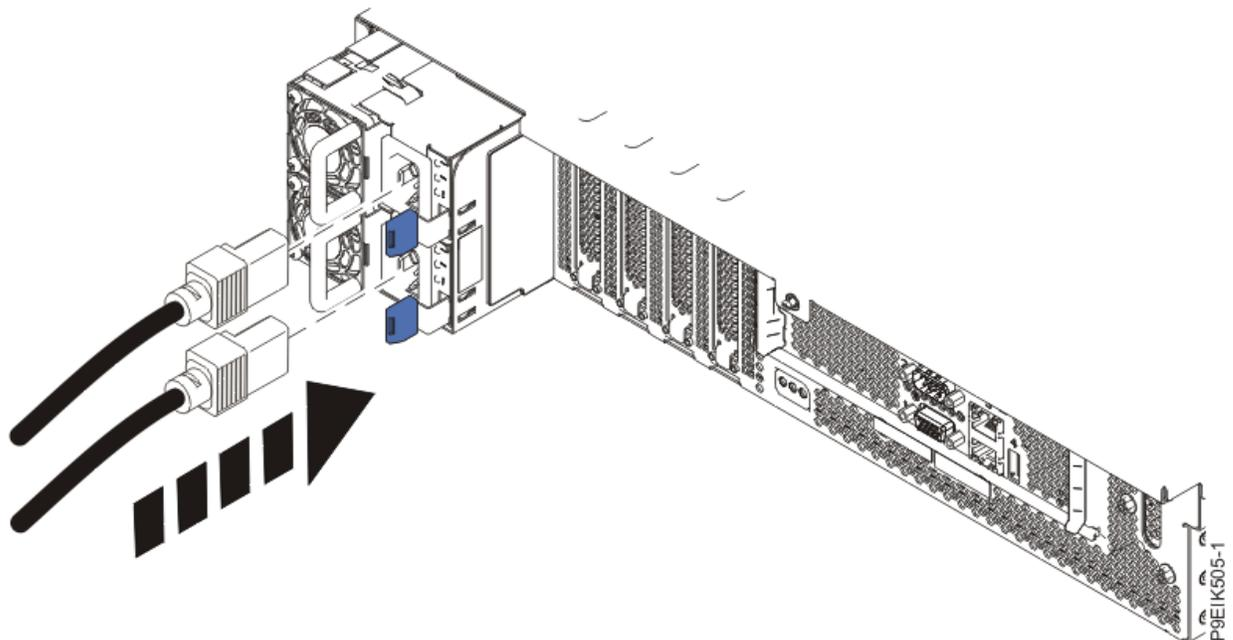

Figure 126. Branchement des cordons d'alimentation au système
2. A l'aide des étiquettes, reconnectez les cordons d'alimentation à l'unité centrale comme indiqué dans la Figure 126, à la page 161.